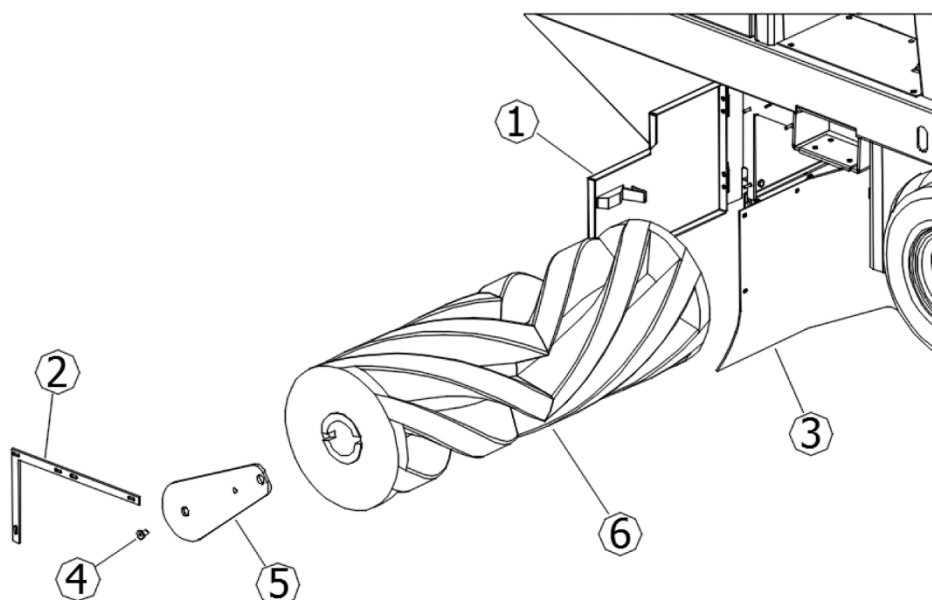

Figura 45
- Abra la puerta lateral derecha (Part. 1 Figura 45)
- Desmonte el fermaflap derecho (Part. 2 Figura 45)
- Mueva el flap (Part. 3 Figura 45)
- Quite el tornillo (Part. 4 Figura 45)
- Quite el brazo de soporte (Part. 5 Figura 45)
- Quite el cepillo viejo (Part. 6 Figura 45)